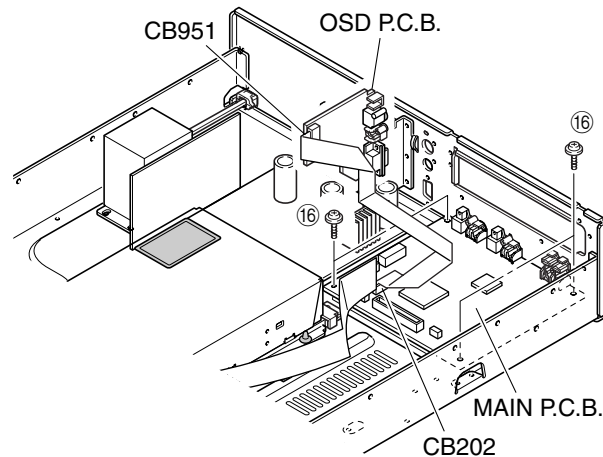

Fig. 18
- j. Remove the OSD P.C.B.. (Fig. 18)
- k. Remove 4 screws (16). (Fig. 18)
- m. Remove the MAIN P.C.B.. (Fig. 18)
- j. OSD P.C.B.を取り外します。(Fig. 18)
- k. 16のネジ4本を外します。(Fig. 18)
- m. MAIN P.C.B.を取り外します。(Fig. 18)